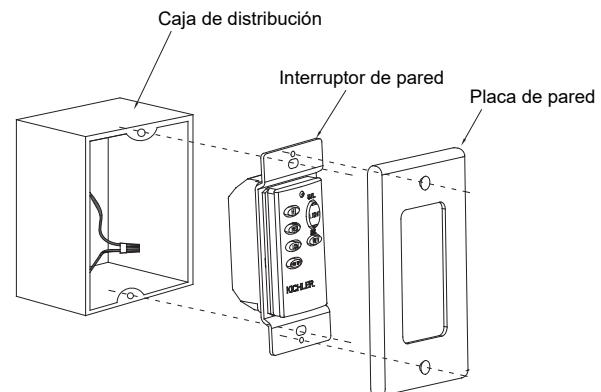

Fig. 18
Paso 2. Utilice los tornillos suministrados para fijar el transmisor de pared a la caja de distribución (Fig. 18).